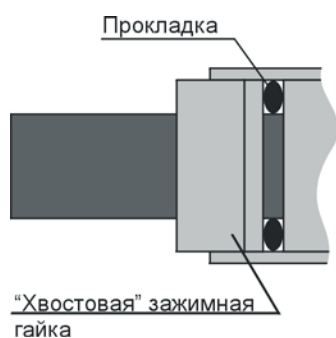

РИС. 14
1. Герметизация резиновой, как правило, силиконовой (кремний-органической) прокладкой. Прокладка сдавливается между внутренней поверхностью корпуса разъёма и оболочкой кабеля при помощи «хвостовой» зажимной гайки (Рис.14).